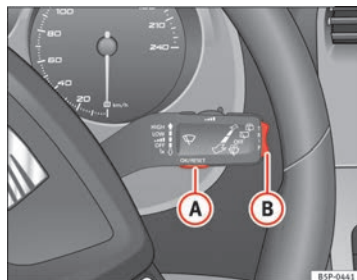
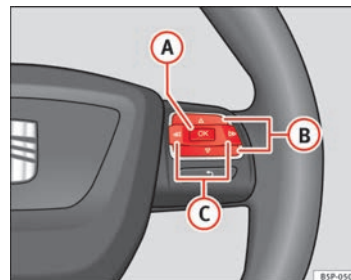

Abb. 45 Scheibenwischerhebel: Taste A zur Bestätigung von Menüpunkten und Wippe B zum Wechseln der Menüs
Abb. 46 Bedienelemente am Lenkrad: Taste A zum Bestätigen der Menüpunkte und Tasten B zum Wechseln der Menüs
- Zum Aufrufen des Menüs „Einstellungen“ drücken Sie die Taste **(C)** ⇒ Abb. 46, bis die entsprechende Anzeige am Display erfolgt. Nun befinden Sie sich in diesem Menü.
- Zum Umschalten zwischen den Speichern drücken Sie bei eingeschalteter Zündung kurz die Taste **[A]** ⇒ Abb. 45 ⇒ Seite 71 am Scheibenwischerhebel oder die Taste **[OK]** am Multifunktionslenkrad ⇒ Abb. 46 ⇒ Seite 71. ▶
In der Multifunktionsanzeige können Sie durch Betätigen der Wippe **(B)** ⇒ **Abb. 45** ⇒ Seite 71 am Scheibenwischerhebel oder durch Drücken der Taste **(Δ)** bzw. **(▽)** ⇒ **Abb. 46** am Multifunktionslenkrad\* die folgenden Daten abfragen.
- Drücken Sie die Taste **⏏** bzw. **⏏** am Multifunktionslenkrad\* ⇒ **Abb. 46**, bis das Menü **Fzg-Status** angezeigt wird.